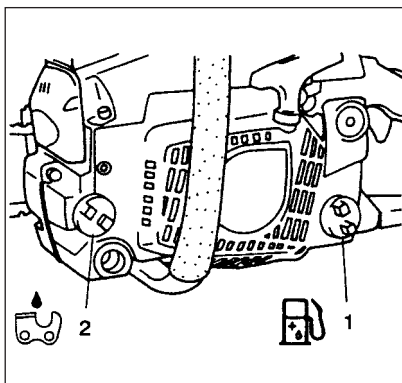

Fig. 2-1B
#### ⚠ ATTENTION! (Fig. 2-1B)
#### Huile de chaîne (Fig.2-1B)
Lorsqu'on remplit les réservoirs soit avec du carburant (1), soit avec de l'huile de chaîne (2), placer la machine sur le côté avec les bouchons orientés vers le haut (Fig. 2-1B).